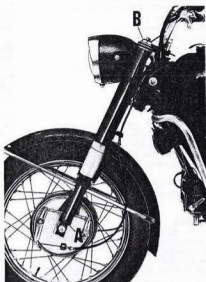

Abb. 86
Nun werden die Stopfen mit Dichtung (A) an den Gabelschaften arretiert. 0,16 l Stoßdämpferflüssigkeit SHELL Tellus 33* durch die Bohrungen für die Stopfen (B) eingefüllt und die oberen Federn in die Arme eingeführt (s. Abb. 86).